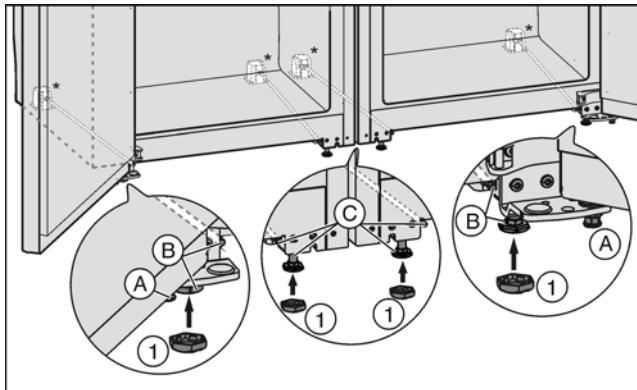

Fig. 4
- 必要時在兩個設備前將墊腳 Fig. 4 (A)完全轉入，這樣就不會接觸地板。
- 將套子 Fig. 4 (1)放在前面四個墊腳上。
- 旋入中間的墊腳 Fig.4(C)，以便能夠不接觸地板。
- 通過外墊腳 Fig.4(B)校準組合。